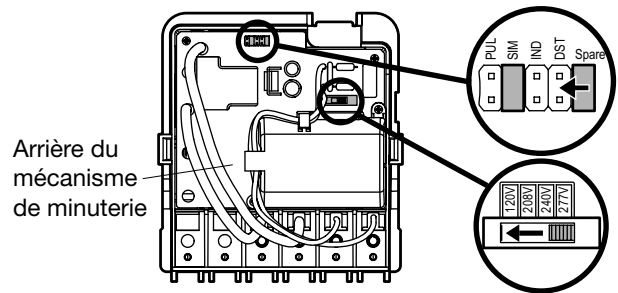

FIG. 2 Définition de la tension, du passage à l'heure d'été et du choix SIM/IND/PUL
2. Réglez le sélecteur de tension sur la tension d'entrée désirée. La minuterie est fournie avec une tension réglée sur 277 V CA. **Pour utiliser la minuterie à une tension de 120, 208 ou 240 V CA, déplacez le commutateur de sélection vers le réglage désiré, tel qu'indiqué sur la carte de circuit imprimé.** Voir FIG. 2.
3. La minuterie fournie est réglée sur DST (heure d'été). Pour désactiver l'heure d'été, déplacez le cavalier de Spare à DST (heure d'été). Voir FIG. 2.
4. Décidez si vous souhaitez contrôler plusieurs charges simultanément (SIM), indépendamment (IND) ou avec une impulsion de deux secondes (PUL) (par exemple, pour une utilisation avec des contracteurs mécaniques ou des signaux d'alarme), et assurez-vous que le fil de raccordement a bien été positionné. Voir l'emplacement B dans la vue arrière ci-dessus et les détails à droite. Voir FIG. 2. (Le dispositif est fourni avec les charges configurées pour IND.)
Remarque : Vous devez réinitialiser la minuterie en suivant cette procédure à chaque fois que vous changez les cavaliers comme décrit dans FIG. 2 (SIM/IND/PUL ou DST). Pour réinitialiser la minuterie, maintenez enfoncé le bouton **ENTER** (ENTRÉE), puis appuyez sur le bouton **RESET** (RÉINITIALISER). 12:00 AM clignote sur l'écran et le statut de la minuterie a pour valeur Manual Mode (Mode manuel).